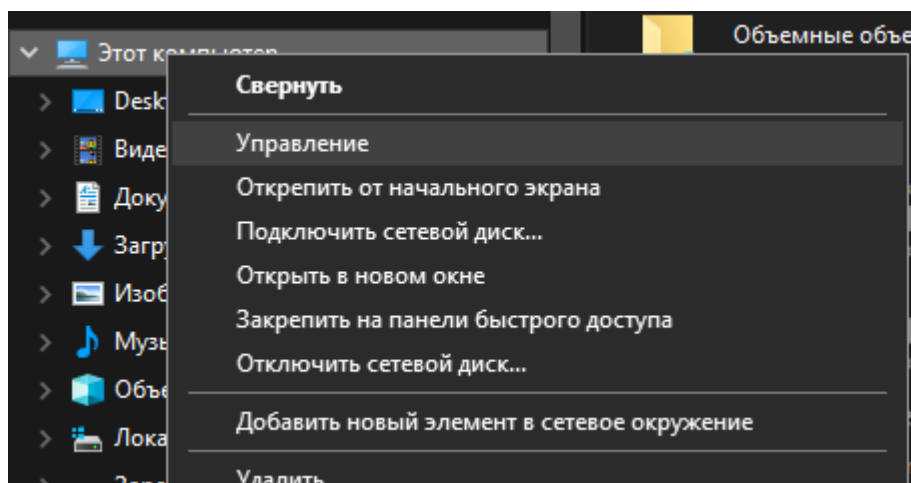
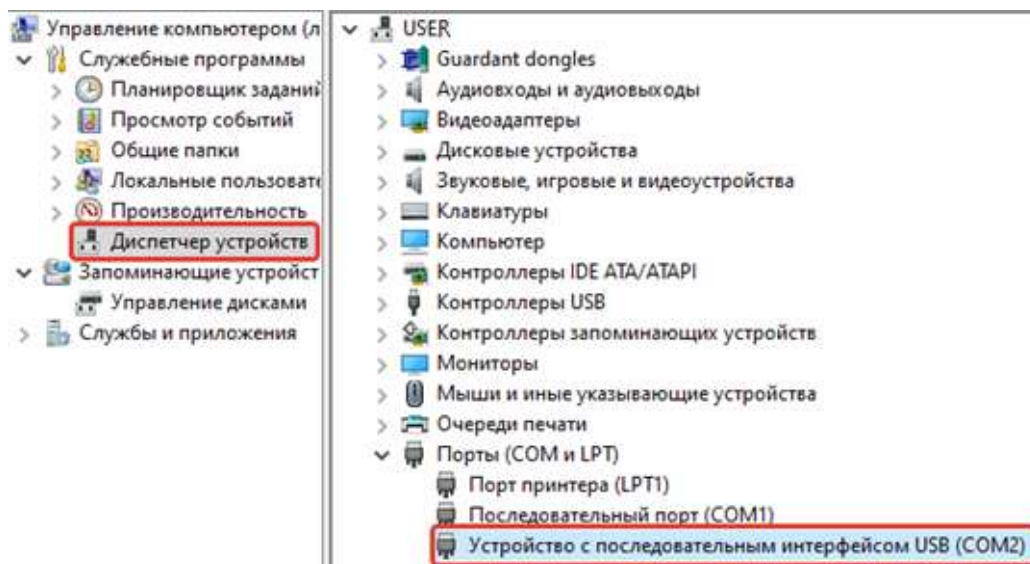

Рисунок 3 – Пункт «Управление» во вкладке «Этот компьютер»
Рисунок 4 – РД-25 в списке COM-портов
3. Проверить появление COM-порта в Диспетчере устройств ПК. Для этого зайти в «Проводник», правой кнопкой мыши нажать на «**Этот компьютер**» и выбрать пункт «**Управление**» (см. рисунок 3). В открывшемся окне нажать на пункт «**Диспетчер устройств**», а затем найти в нем пункт «**Порты (COM и LPT)**» и щелкнуть по символу «>» рядом с его названием. В открывшемся списке отобразится COM-порт подключенного устройства (см. рисунок 4). Если РД-25 не определился в операционной системе ПК виртуальным COM-портом, нужно установить драйверы на ПК и/или заменить кабель (кабели) и повторить подключение.